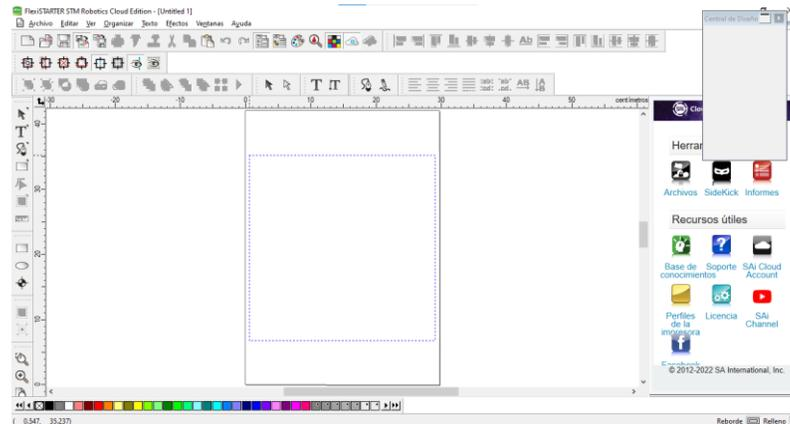

Figura 2.4
4. Una vez seleccionado el tipo de unidad, aparecerá, en el área de trabajo, un cuadro azul punteado que delimita las dimensiones del archivo importado (Figura 2.4).